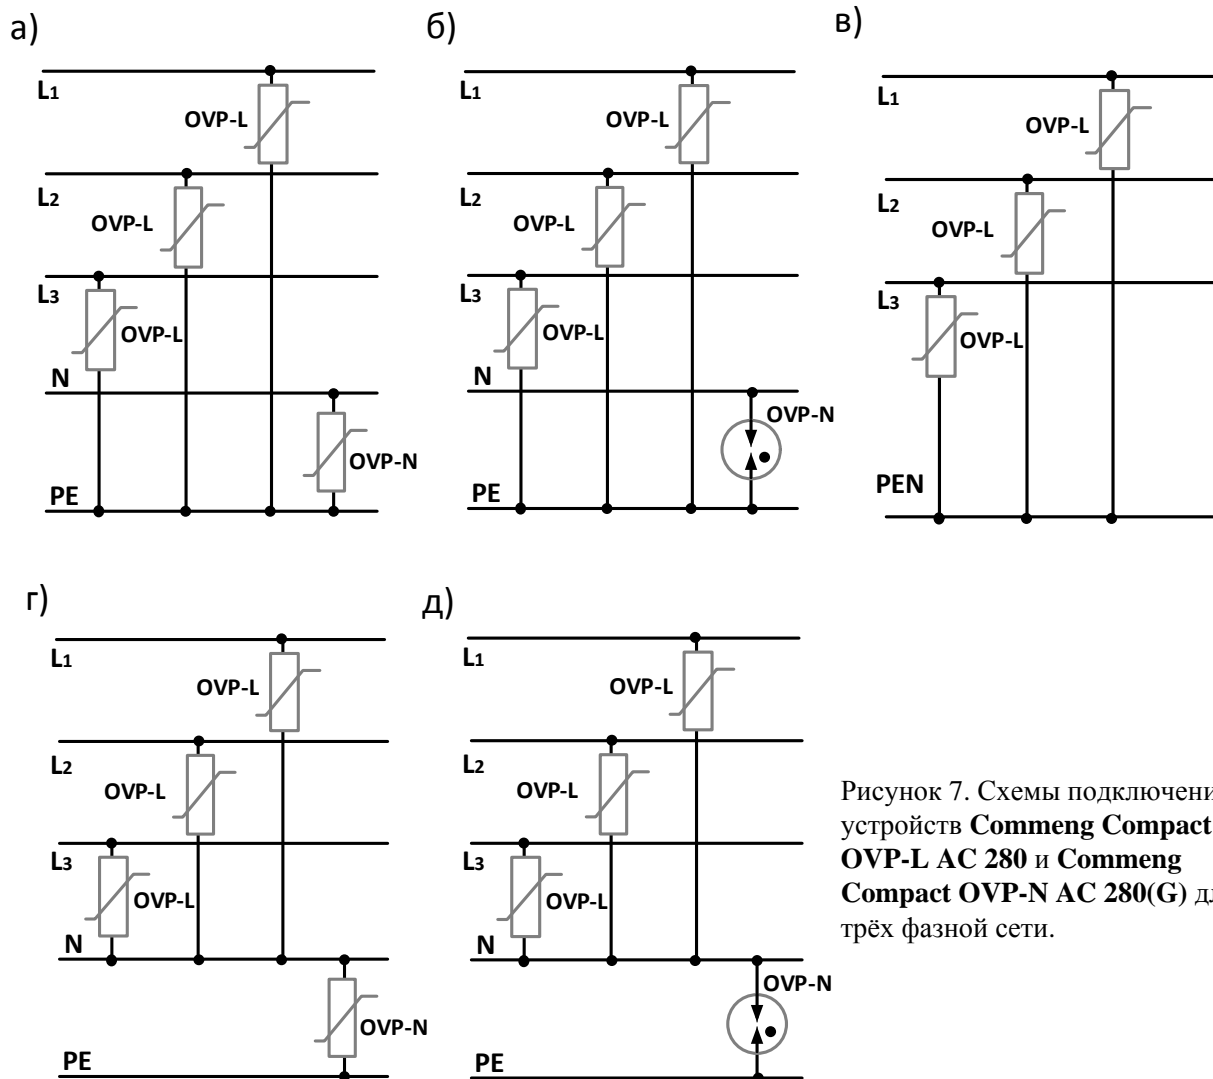

Рисунок 7. Схемы подключения устройств **Commeng Compact OVP-L AC 280** и **Commeng Compact OVP-N AC 280(G)** для трёх фазной сети.
Варианты построения схем для трёх фазной цепи (см.рис.7):
- при разделенных проводниках N, PE (см. рис. 7а,7б);
- при совмещенном проводнике PEN. (см. рис. 7в);
- при разделенных проводниках, защита от помех в цепи фаза-нейтраль (см. рис.7г,7д)